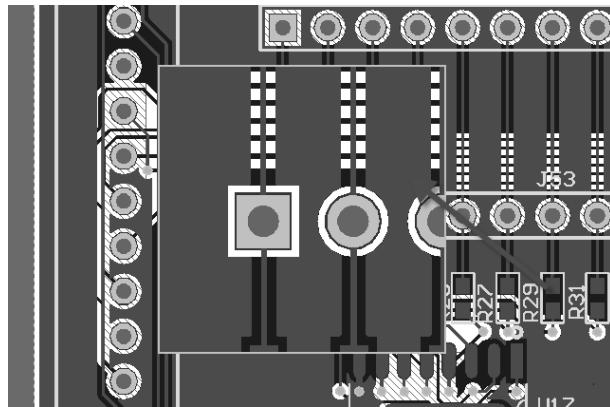

图 16-10 放大镜
7. 问：如图 16-10 所示，无意中按出来放大镜，影响操作，怎么关闭？（从 20 版本开始取消了此功能，此功能只针对 19 及之前版本。）